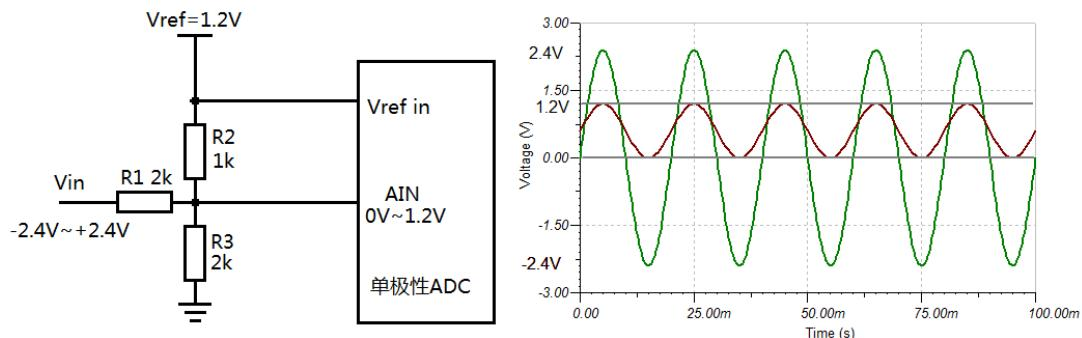

图 18.19 利用电阻网络对双极性信号进行平移
例 18.2 利用 1.2V 满量程输入的 ADC 来采集 $-2.4V$ 到 $+2.4V$ 的输入信号。解决方案，可利用 3 电阻分压网络对信号进行平移和缩放，如图 18.19 所示：
- 4) 经 3 电阻网络平移缩放后的信号如图 18.19 所示。